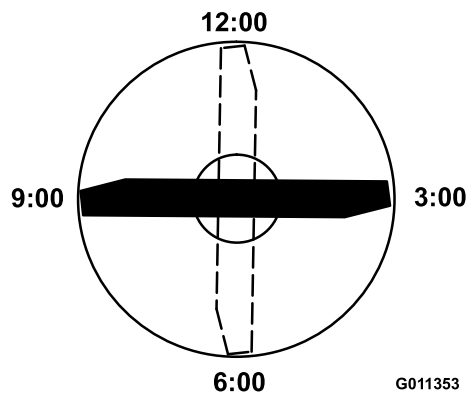

Figura 70
3. Posicione a extremidade de corte da extremidade marcada da lâmina na posição das 12 horas (a direito na direção do corte) e meça a altura da mesa à extremidade de corte da lâmina (Figura 70).
4. Rode a extremidade marcada da lâmina para as posições das 3 horas e das 9 horas e meça as alturas (Figura 70).